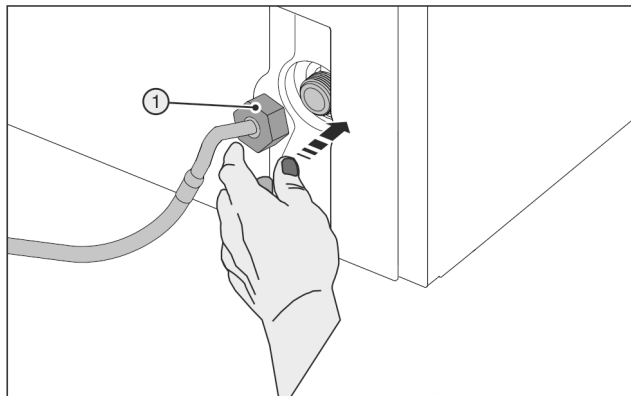

Fig. 41
- ▶ Atașați cu atenție piulița Fig. 41 (1) și înșurubați-o drept pe filet.
- ▶ Aplicați piulița Fig. 41 (1) cu atenție și înșurubați-o drept pe filet cu două degete, până la obținerea unei poziții fixe.
- ▶ Utilizați unealta auxiliară (5) numai la temperatura camerei.
- ▶ Strângeți piulița Fig. 41 (1) în sens orar cu unealta auxiliară (5), până când se atinge cuplul maxim și unealta auxiliară (5) se rotește în gol.